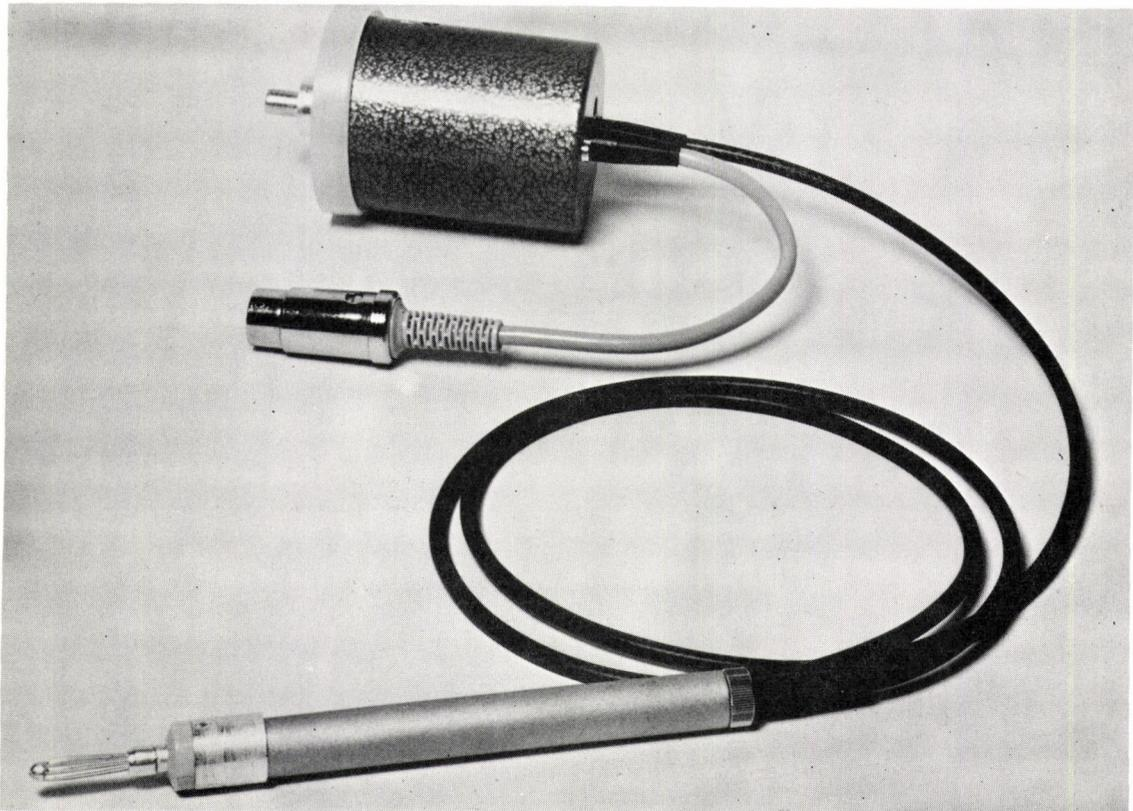

Bild 13 Tastkopf TK-8 (Das auf die Tastkopfspitze aufgeschraubte Übergangsstück wird nur für Messungen an 4/13 mm Koaxialbuchsen benötigt).
5.6 Tastkopf TK-8 (vergl. Bild 13)